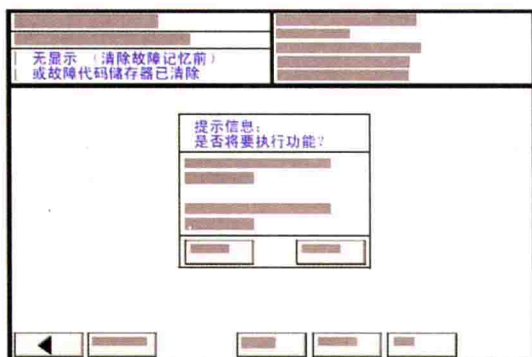

图 1-6 显示内容三
① 查询故障记忆完成后按←键返回。
② 按清除故障码存储器键 3，按→键确认。这时，显示屏显示内容三如图 1-6 所示。
③ 按下 2 显示区的正常键，确认删除故障记忆。
④ 按←键返回。
⑤ 在 2 选择区按终止输出键，按→键确认。